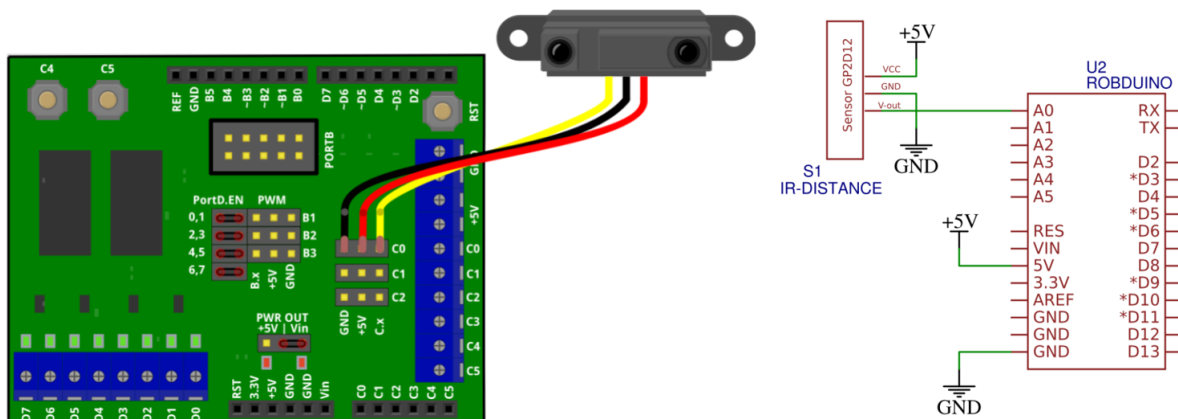

Figure 4: Priključitev IR senzorja razdalje.
- IR senzor razdalje priključite na tri-pinski priključek kot je prikazano na fig. 4.